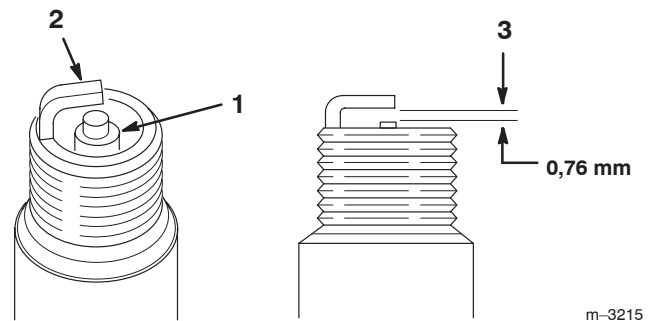

Bild 58
1. Sehen Sie sich die Mitte der Zündkerzen an (Bild 58).
2. Prüfen Sie den Abstand zwischen den mittleren und seitlichen Elektroden (Bild 58) und biegen die seitliche Elektrode bei falschem Abstand zurecht.